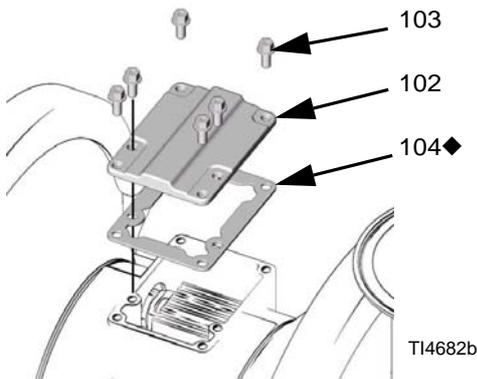

FIG. 6
2. Retirez les six vis (103), le capot de la vanne d'air (102) et le joint (104) avec un tournevis Torx (T20) ou une clé à douille de 7 mm (9/32 po.). Consultez la FIG. 6.